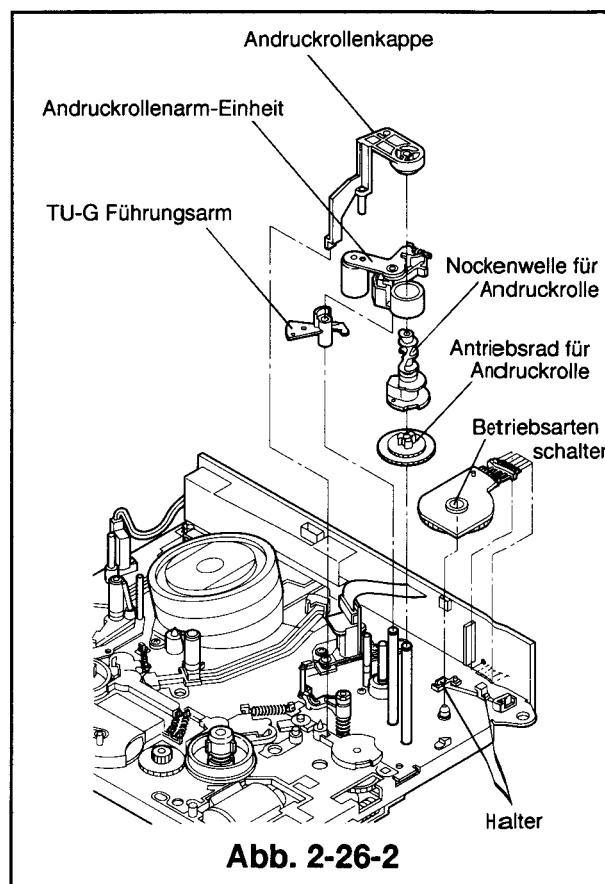

Abb. 2-26-2
- ③ Die zwei Halter des Betriebsartenschalters lösen (siehe Abb.2-26-2).
- ④ Den Betriebsartenschalter vorsichtig herausnehmen, dabei darauf achten, daß er vollständig abgelötet ist.